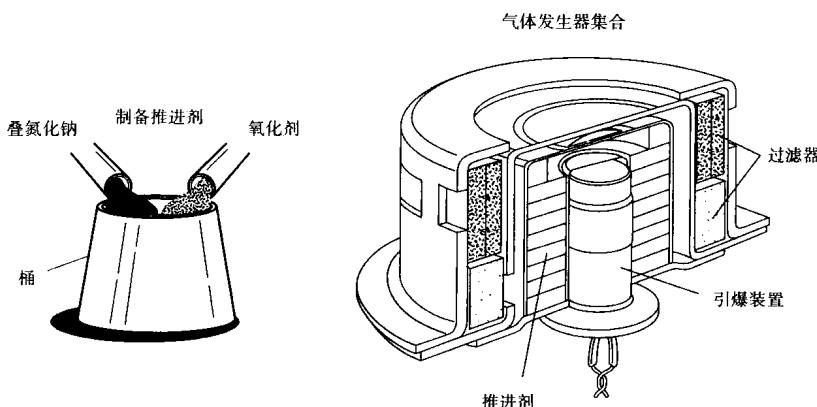

图 2 制作推进剂时需要将叠氧化钠和氧化剂进行混合，随后将推进剂放入引爆装置，与过滤器装置组合起来形成气体发生器集合。
3. 把气体发生器与推进剂和引爆装置组装起来形成气体发生器集合（见图 2）。使用激光焊接气体发生器不锈钢的部分，用摩擦惯性焊接法使气体发生器铝制的部分熔化，两种金属的表面熔合并焊接在一起。